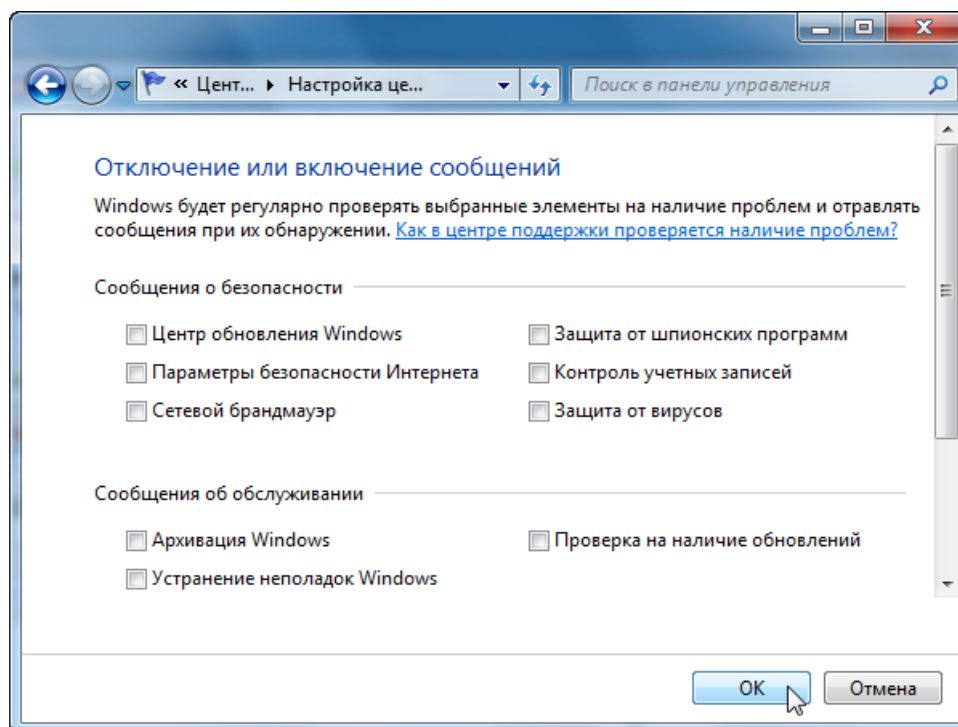

Рисунок 23.
- выключить флажки со всех пунктов (см. рисунок 23);